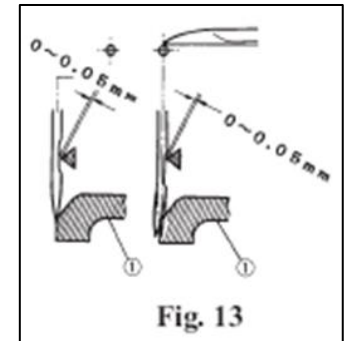

Fig. 13
B. Cuando la punta del Engarzador viene a la línea del centro de la aguja de la derecha desde la extrema derecha: El espacio libre entre la aguja de la derecha y la punta del Engarzador es de 0 -0.05 mm. Para ajustar, afloje el tornillo (art.3) y mueva el Salva agujas (posterior) (artículo 1) hacia atrás o hacia adelante (vea Fig. 13).